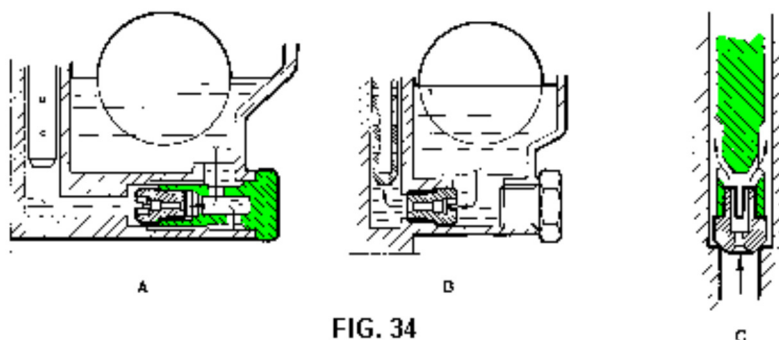

FIG. 34
3) Gicleur principal de carburant - Fig. 34